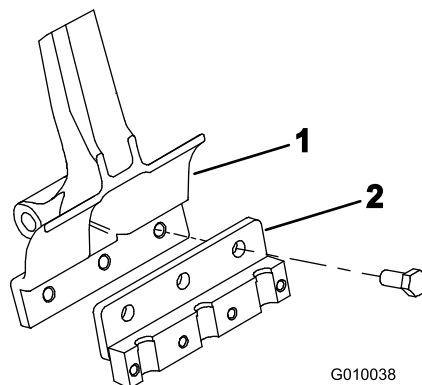

图24
3. 用 3 个螺栓 $\frac{1}{2} \times 1\frac{1}{4}$ 英寸将打孔针夹头固定到各个打孔针臂图24。上紧螺栓扭矩至 101.6N·m。